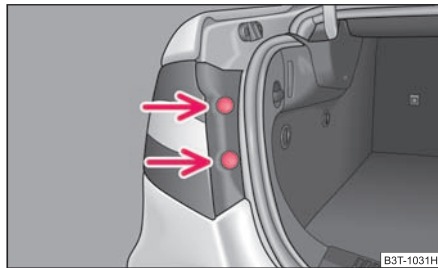

Abb. 238 Ausbau des äußeren Teils der Heckleuchteinheit
- Nehmen Sie die Stopfen → Abb. 238 heraus und schrauben Sie mit einem Torx-Schlüssel die Heckleuchteinheit ab¹⁹⁾.
- Schrauben Sie die Heckleuchteinheit fest und drücken sie die Stopfen ein → Abb. 238.